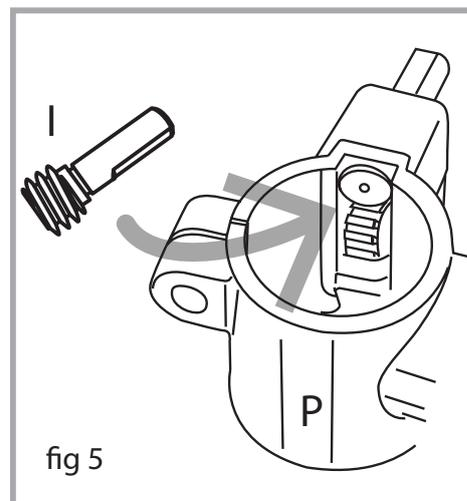

fig 5
- Si non déjà installé, insérez la vis sans fin (I, fig 5) au centre du trou du support de la table (P, fig 5) et à travers le trou de la poignée de manivelle comme indiqué à droite. L'arbre de vis sans fin doit dépasser du boîtier d'environ 1 "(25 mm).